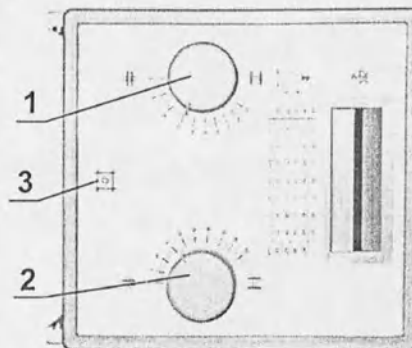

Рис.2.11. Коллиматор.
Конструкция коллиматора позволяет производить настройку размеров поля облучения в соответствии с размером интересующей нас анатомической зоны. Регулировка размеров исследуемой зоны осуществляется вручную, с помощью ручек на лицевой панели (рис.2.11, поз.1 и поз.2).
Для активизации светового поля, нажмите на место (на лицевой панели коллиматора), которое маркировано знаком  (рис.2.11, поз.3). Свет включится, а затем (по прошествии некоторого времени) автоматически выключится.
- Вращая ручку регулировки горизонтального раскрытия шторок диафрагмы (рис.2.11, поз.1), Установить требуемый размер рабочего поля по горизонтали (размер $\leftrightarrow$), руководствуясь символами, нанесенными возле ручки - указывающими её назначение и направление вращения ручки для раскрытия/закрытия шторок диафрагмы:
- Вращая ручку регулировки вертикального раскрытия шторок диафрагмы (рис.2.11, поз.2), Установить требуемый размер рабочего поля по вертикали (размер $\updownarrow$), руководствуясь символами, нанесенными возле ручки - указывающими её назначение и направление вращения ручки для раскрытия/закрытия шторок диафрагмы: